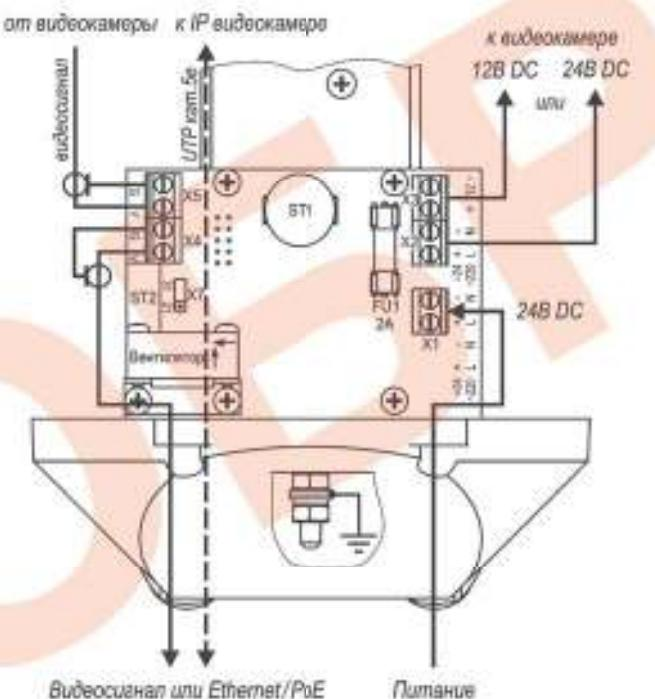

Рис.2 Подключение ТГБ-7-24/12(24)
4. Подсоединить видеокамеру к контактам платы коммутации в соответствии со схемой подключения (рис.2, 3 или 4).
5. Ввести через гермоходы внешние кабели (кабель видео или интерфейсный кабель и кабель питания) и подключить их к плате коммутации (рис.2 или 3).
Предприятием изготовителем джампер X7 установлен в положение «31» - мощность обогрева 31 Вт, для изменения мощности на 21 Вт джампер X7 необходимо переставить в положение «21» (см. рис.2 и 3).